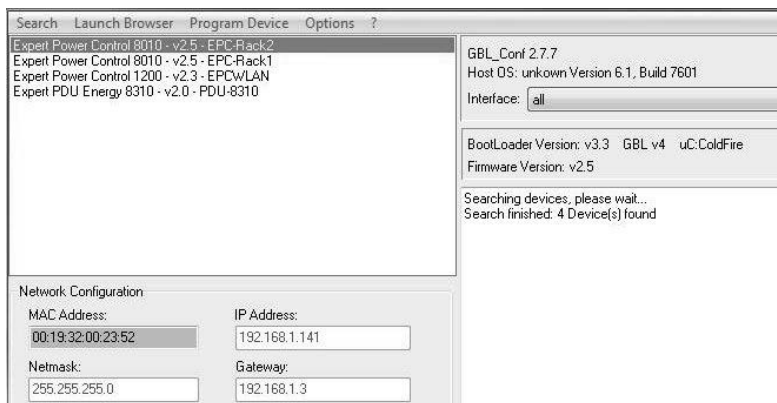

Fig. 2. Todos los dispositivos encontrados en el programa de configuración GBL_Conf.
- ① Abra GBL_Conf. Entonces, todos los dispositivos encontrados en la red aparecen en la ventana izquierda, tal como se muestra en la Fig. 2.
- ② Haga un doble clic en el nombre del dispositivo. Se le enlazará automáticamente con la interfaz web del dispositivo en su navegador web.